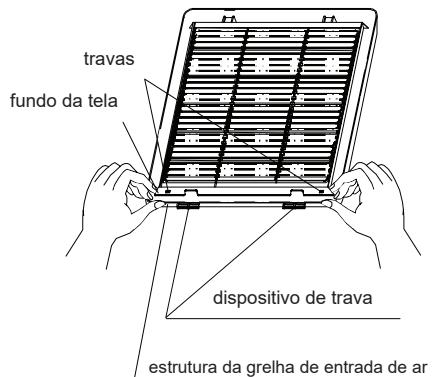

Fig. 3
2. Desmontar a tela metálica: pressionar a estrutura exterior da grelha de entrada de ar com o dedo polegar, retirar o ângulo da base da tela com o dedo indicador, puxá-la para fora de modo a fazer a grade desengatar das travas, e depois desmontar a grade (como mostra na Fig. 3).
1. Montagem da tela: seguir a direção oposta a da desmontagem da tela (como mostrado na Fig. 3 acima).